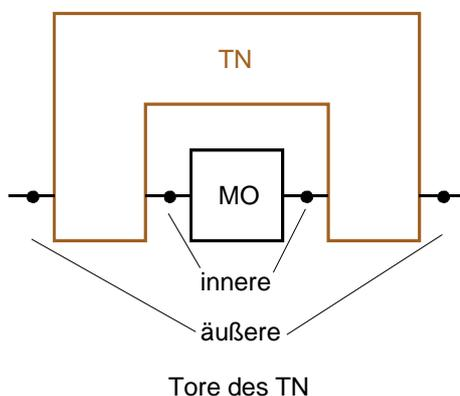

Bild 1: Innere und äußere Tore eines Transformationsnetzwerks
Eine häufig auftretende Kategorie von Messaufgaben in der Netzwerkanalyse sind die sogenannten Embedding- und Deembedding-Probleme. Ein Messobjekt (MO) ist „eingebettet“ (engl. *embedded*), wenn alle seine Tore mit einem Transformationsnetzwerk (TN) verbunden sind, so dass man nach außen hin nur die Tore des Transformationsnetzwerks zugänglich hat. Dieses Transformationsnetzwerk kann z.B. eine Anpassschaltung, eine Messfassung oder ein Gehäuse sein. Generell weist es doppelt so viele Tore auf wie das eigentliche Messobjekt. Die Tore des Transformationsnetzwerks, die mit dem Messobjekt verbunden sind, werden als „innere“, die nach außen zugänglichen als „äußere“ Tore bezeichnet. Bild 1 zeigt als Beispiel ein Zweitor, das in ein Transformationsnetzwerk mit vier Toren eingebettet ist.